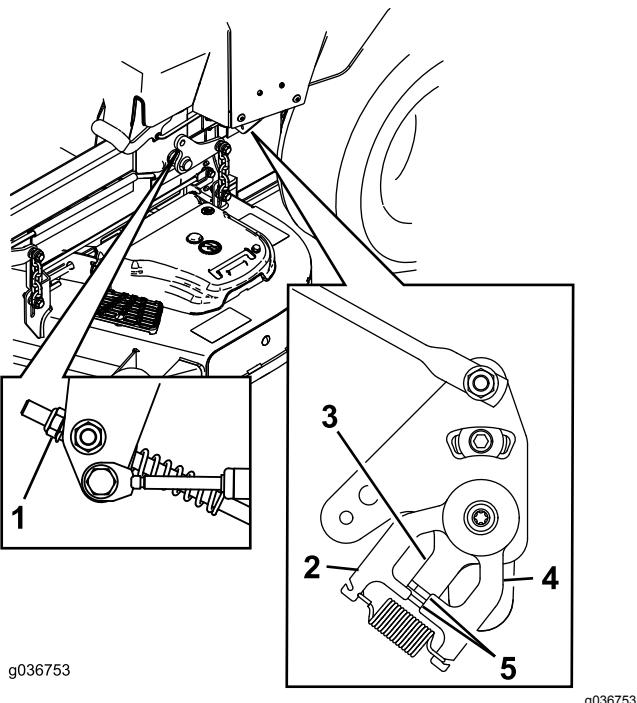

Figura 96
9. Ajuste la longitud de las varillas de control de las bombas girando la tuerca en el sentido apropiado, hasta que las ruedas se muevan ligeramente en marcha atrás (ver Figura 96).